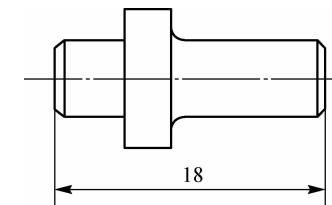

图 1-1-1
4. 图 1-1-1 所示零件图中,绘图比例为 2 : 1,该零件的实际长度是()。